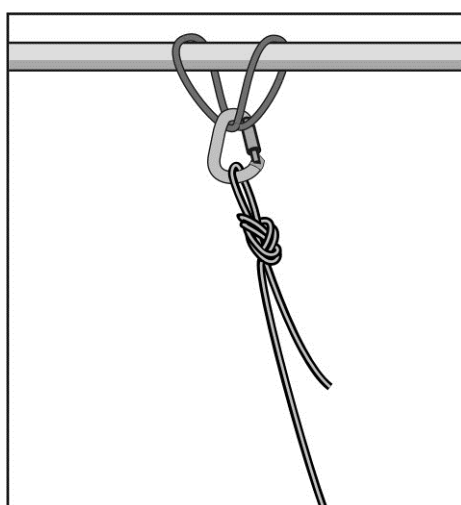

Рисунок 28
- навесить веревку на карабин, соединяющий локальную петлю (рисунок 28);